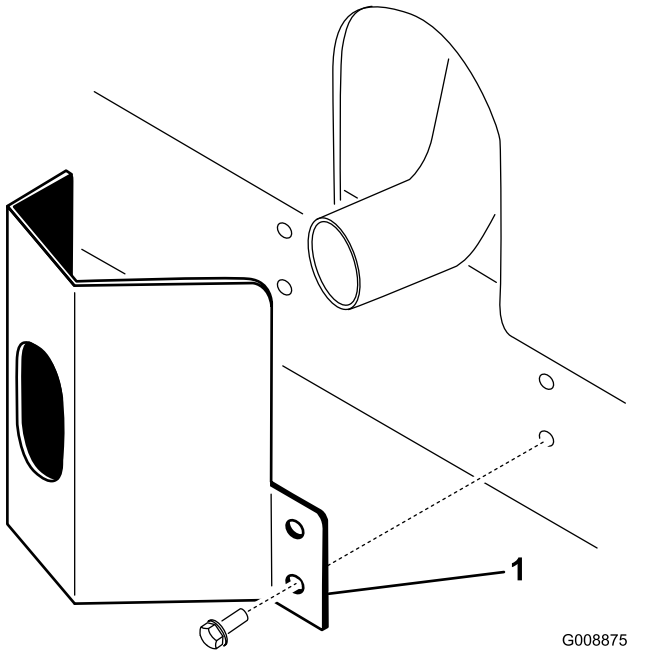

Рисунок 12
1. Расположите ограждение выхлопа на глушителе, совместив монтажные отверстия с отверстиями в раме (Рисунок 12).
2. Закрепите ограждение выхлопа на раме с помощью 4 самонарезающих винтов (Рисунок 12).